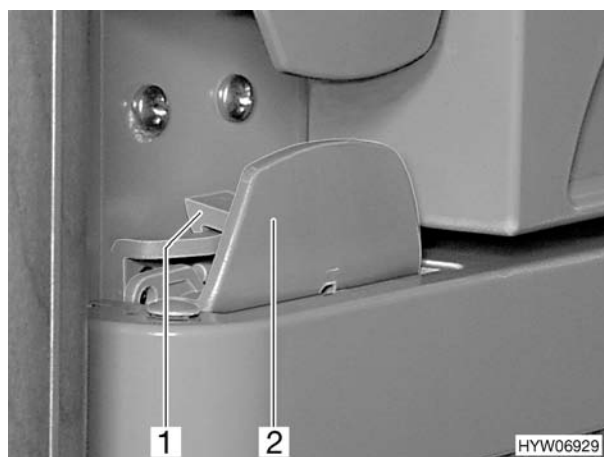

Fig. 167 Bloccaggio della porta del frigorifero, chiuso
- Aprire la porta del frigorifero tirando la maniglia (Fig. 167,2). Il bloccaggio (Fig. 167,1) si sblocca automaticamente.